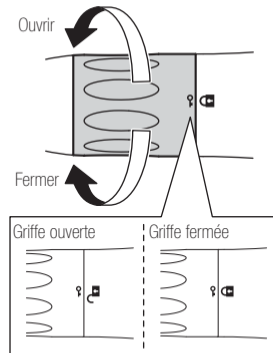

Fig. 2
- 1) Faire pivoter la bague de serrage de la fraise vers le symbole "🔓" jusqu'à ce qu'un clic se fasse entendre. (Fig.2)